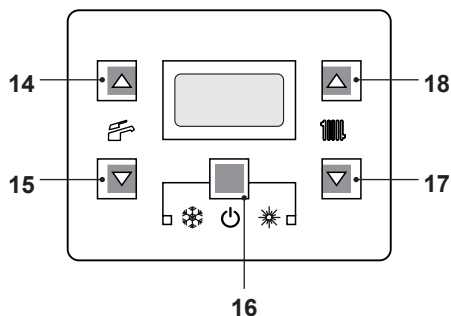
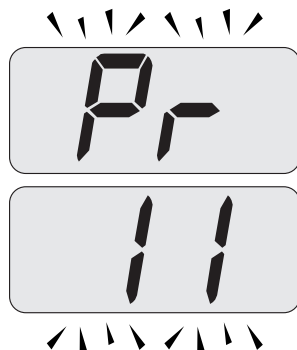
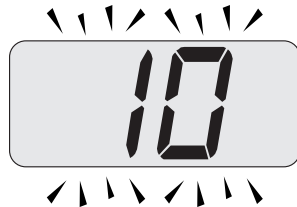

Figura 5.51
Figura 5.53
Figura 5.54
- Entrare in "modalità programmazione" premendo contemporaneamente per 10 secondi i tasti 16 - 17 - 18 (Figura 5.51) fino a far apparire sul display LCD le let-
- Scorrere i vari parametri utilizzando i tasti 17 o 18 fino a far apparire sul display LCD le lettere **Pr** che si alternano con il codice **11**, indicanti l'entrata nel "parametro 11" (Figura 5.53).
- Premere contemporaneamente i tasti 16 e 18 (Figura 5.51) fino a far apparire sul display LCD il valore del parametro 11 (10=60 secondi) (Figura 5.54).
- Premendo il tasto 16 (Figura 5.51) si ottiene la conferma del valore inserito.
- Premendo contemporaneamente i tasti 16 e 17 (Figura 5.51) si esce senza modificare il valore (ritorno alla lista parametri Figura 5.53)
- Premendo contemporaneamente per 10 secondi i tasti 16 - 17 - 18 (Figura 5.51) si esce dalla "modalità programmazione".